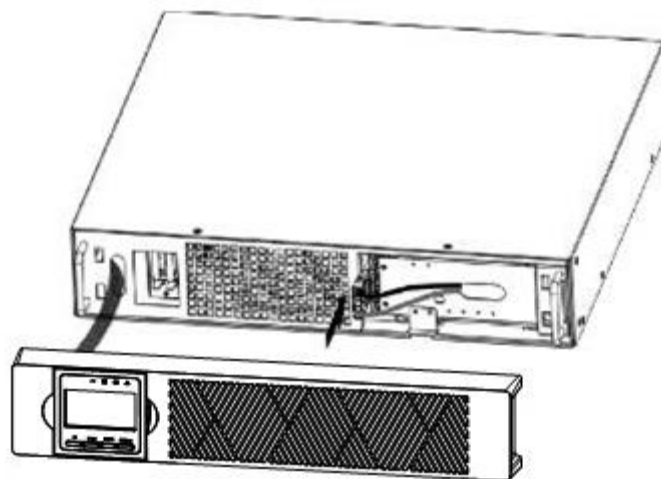

Figura 6
- b) Collegare il connettore della batteria interna (vedi Figura 6) Collegare rosso con rosso, premere saldamente il connettore per garantire una corretta connessione.